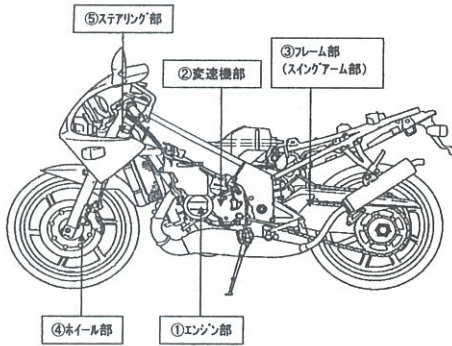

図1 2 輪車の基本構造
2 輪車の基本構造は、①動力を発生するエンジン部 ②動力を伝達する変速機部 ③それらが取り付けられるフレーム部 ④ホイール部 ⑤ステアリング部に大きく分けられます。(図1 参照)